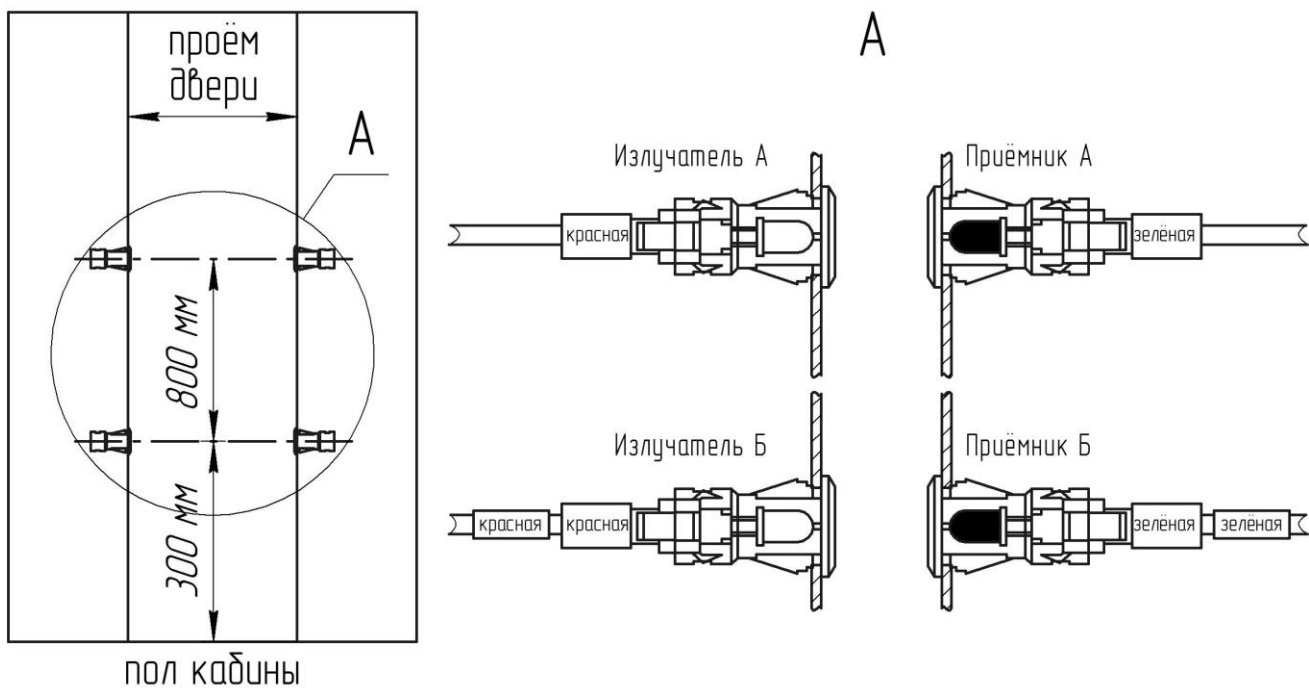

Рис.2. Установка ИК приемника и ИК излучателя в дверном проеме кабины лифта
7.1.2 Установка приемников и излучателей в дверном проеме кабины лифта, рис.2.
7.1.2.1 Визуально излучатель отличается от приёмника тем, что излучатель имеет внутри себя прозрачный светодиод, а приёмник – непрозрачный фотодиод. Концы проводов излучателей помечены трубкой красного цвета – Из.А одинарной, Из.Б двойной, а приемников трубкой зеленого цвета – Пр.А одинарной, Пр.Б двойной (см. рис.2).
Сделать четыре отверстия $\varnothing 12,2$ мм как показано на рис.2 (расстояния между отверстиями рекомендуемые). Вставить приемники и излучатели в отверстия на торцах дверного проема (**соблюдая требования п.6.4!!!**) до упора (защелки должны издать характерный щелчок). Не прилагать больших усилий во избежание поломки защелок и корпуса приемника или излучателя.